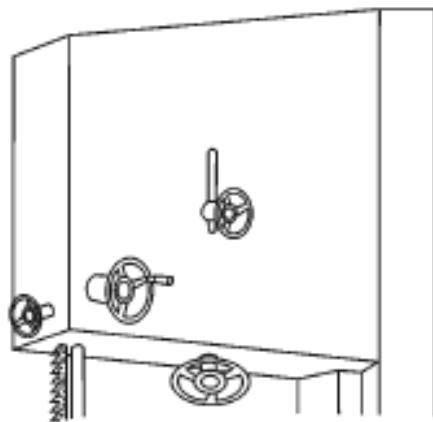

Рис. 4
- 1.4. Провернуть маховик полотна рукой и, производя регулировку регулировочной рукояткой сзади маховика, проверить положение полотна – оно должно перемещаться непосредственно по центру маховика (*Рис. 4*).